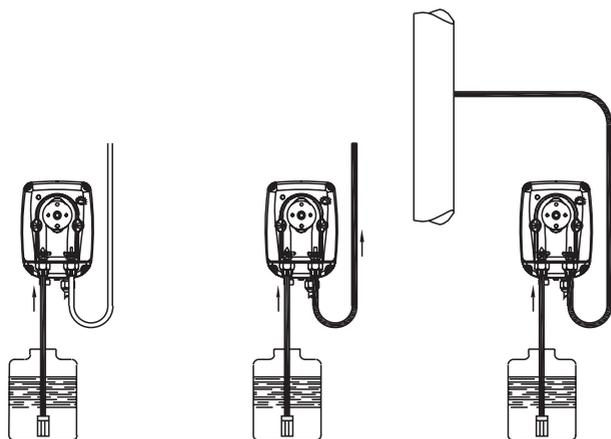

Fig. 7
Prima di fissare il tubetto di mandata all'impianto, adescare la pompa dosatrice come da sequenza in Fig. 7. In caso di difficoltà nell'innescare la pompa, aspirare dal raccordo di mandata con una normale siringa e con la pompa in funzione, fino a che non si vedrà salire il liquido nella siringa o nel tubetto di mandata. Per il collegamento raccordo di mandata-siringa, usare uno spezzone di tubo di aspirazione. e. - Evitare curve inutili sia sul tubo di mandata che su quello di aspirazione. f. - Applicare il raccordo di iniezione (A) a 90° alla vasca della macchina ad una quota superiore all'acqua dopo aver praticato un foro da 12 mm.